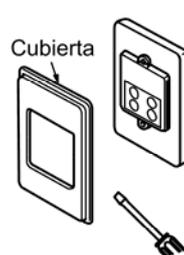

Fig. 3
4. Retire la cubierta del comando remoto cuidando de no romperla (Fig.3).
3. Conecte este conector al cable de conexión “EZ” en el extremo marcado como “To EZ Connect” (Fig.2). El otro extremo del cable de conexión “EZ” marcado como “To PCB” debe conectarse al conector libre de la parte superior del circuito electrónico de la unidad esclava (Fig.2 e Fig.3).